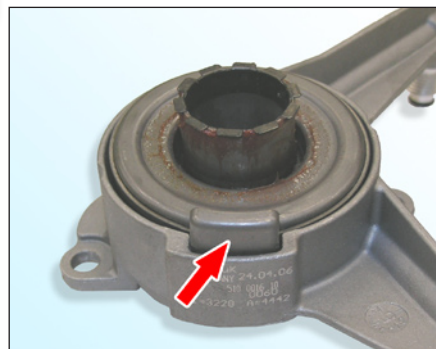

Fig. 2: Incorrecto
- el puente de guía del cojinete de desembrague (ver **fig. 2**) roza en el resorte de disco